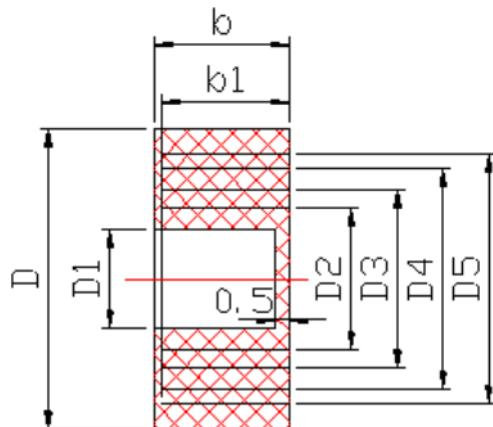

图 3
- 6.2.6 电缆的外径要与密封圈（图 3）的孔径相符。使用电缆最小直径为 D1，最大直径为 D5，密封圈材质为橡胶 XH-21，规格及尺寸见表 5（可根据引入电缆外径大小剥去密封圈同心圆）。配合直径差不大于 1mm，当压紧接线头后，应保证密封圈与电缆之间及密封圈与接线盒座之间无间隙，否则将失去隔爆性能。